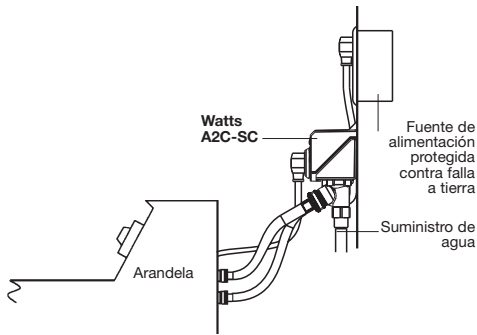

Figura 4
11. Enchufe el cable de alimentación del IntelliFlow en el receptáculo eléctrico que se apagó (Figura 4).